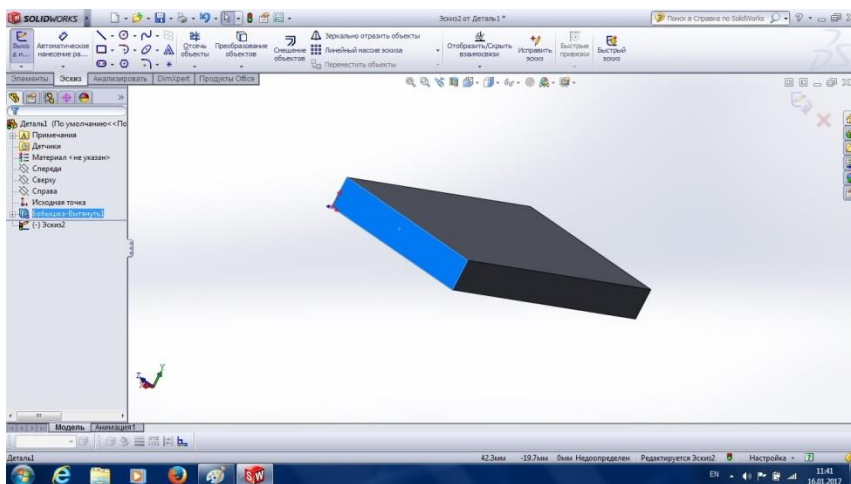

Рис. 3.5
7. Будь-яку плоску грань даного елемента моделі можна вибрати у якості базової площини для наступного ескіза (рис. 3.5), клацнувши на ній два рази лівою кнопкою миші.